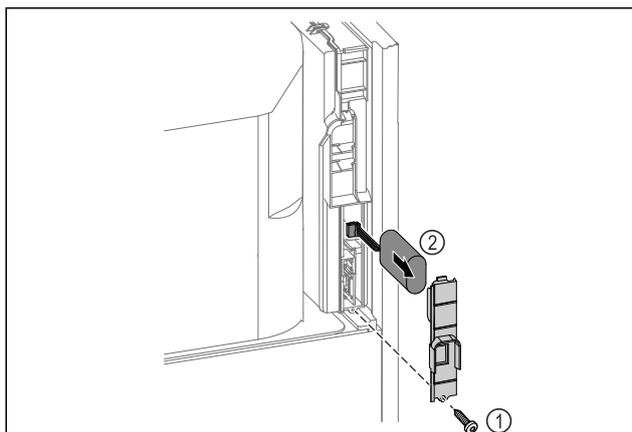

Fig. 259
- ▶ Svitare la vite e rimuovere la copertura sul retro dell'apparecchiatura Fig. 259 (1).
- ▶ Scollegare e rimuovere la batteria Fig. 259 (2).